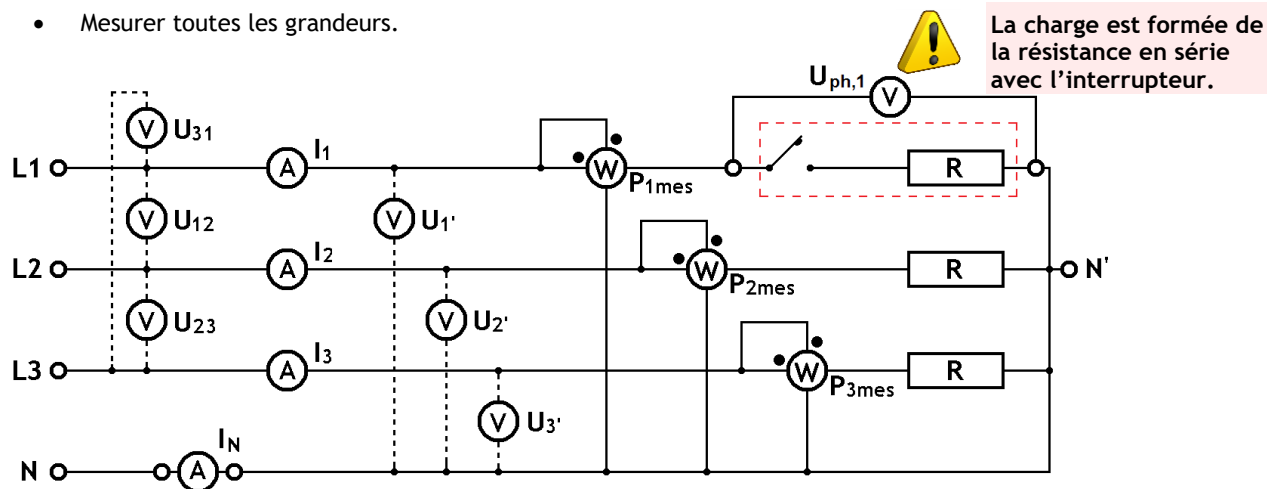

Figure 3.5 - Schéma de montage avec charge déséquilibrée en étoile, avec neutre relié
- Opérer les modifications de câblage afin d'obtenir le schéma de la figure 3.5.